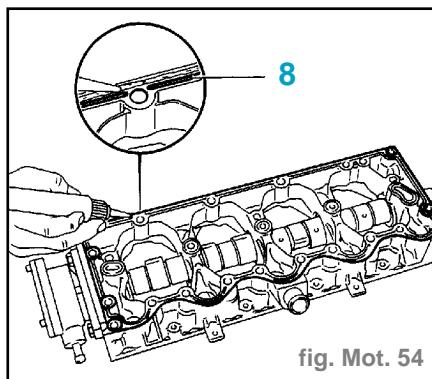

fig. Mot. 54
- Déposer un cordon de pâte à joint silicone catégorie 1 entre la rainure (8) et le bord extérieur du porte- arbre à cames (fig. Mot. 54).